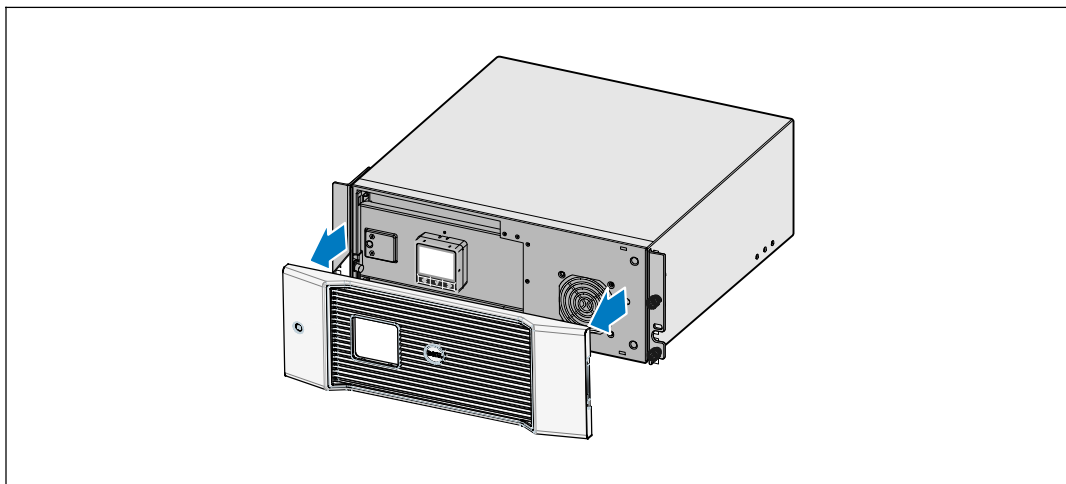

図 27. UPSのフロントカバーの取り外し方法
- 3 UPSのフロントカバーを取り外します（図 27を参照）。